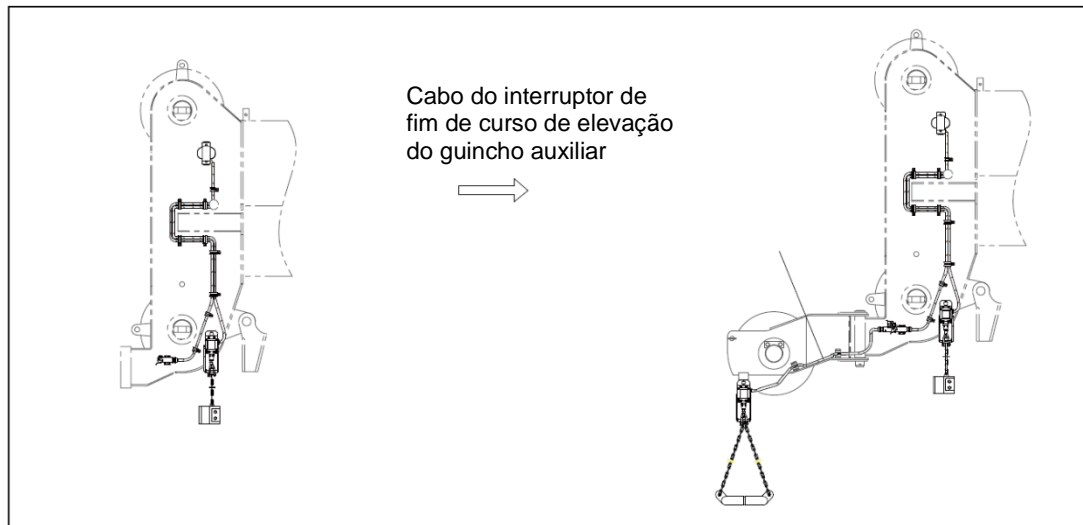

Figura 4-51 Instalação do interruptor de fim de curso de elevação na roldana de cabeça
- 2) Conecte o plugue do interruptor de fim de curso de elevação no soquete na cabeça de lança principal. Consulte a figura 4-51.